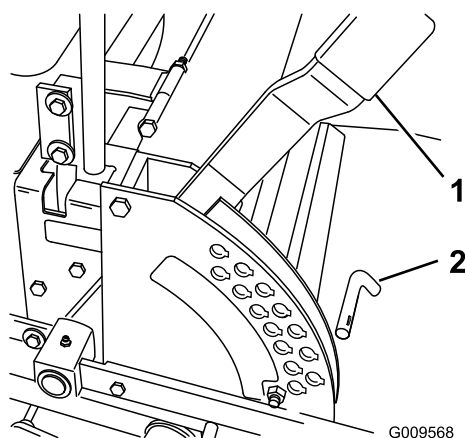

Figura 19
1. Levante la palanca de ajuste de la altura de corte a la posición de transporte (que es también la posición de altura de corte de 127 mm) (Figura 19).
2. Para ajustar la altura de corte, retire el pasador del soporte de altura de corte (Figura 19).
3. Seleccione el taladro del soporte de altura de corte que corresponde a la altura de corte deseada, e inserte el pasador (Figura 19).